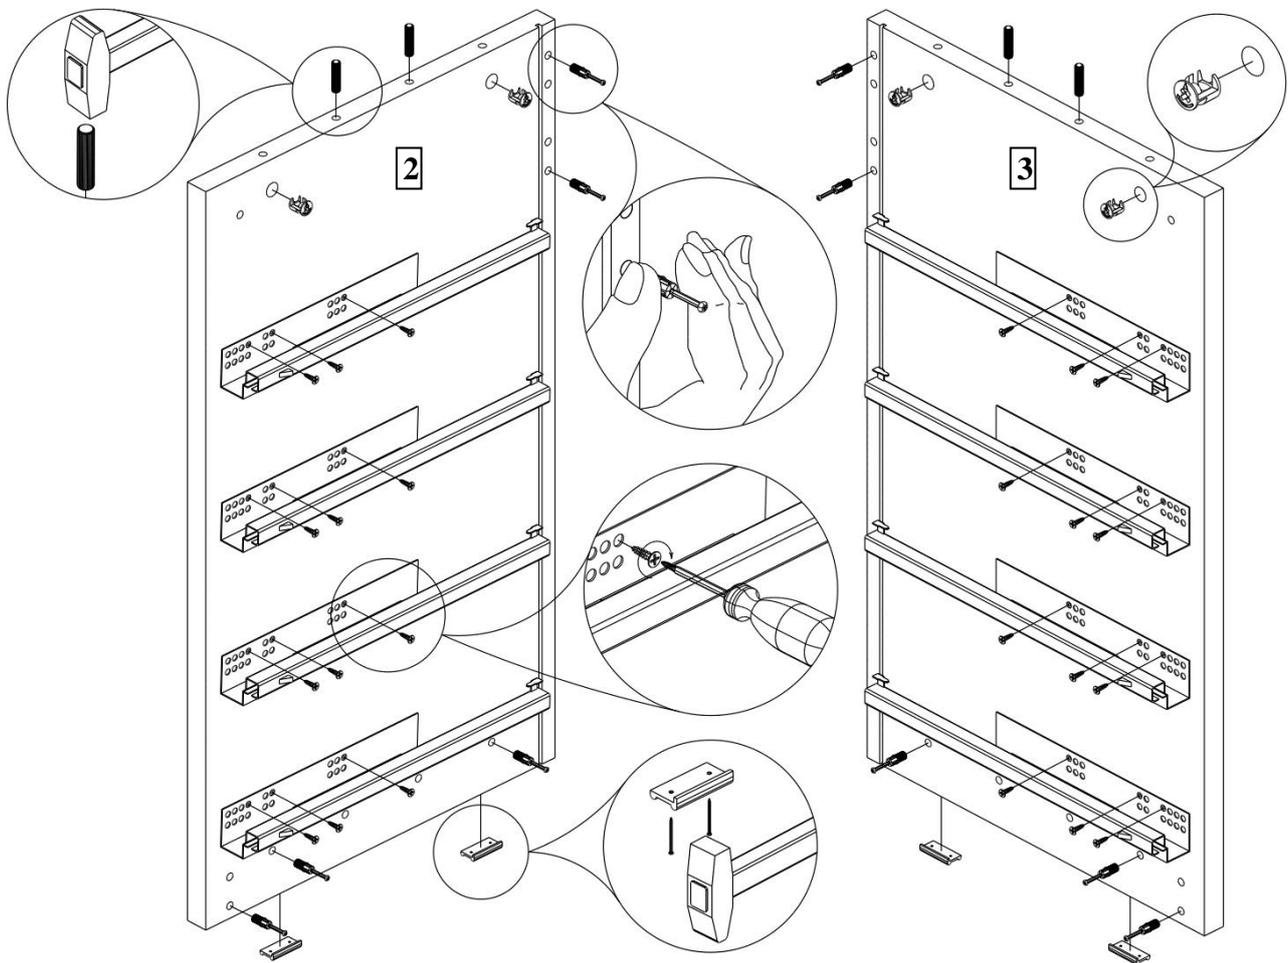

Рисунок 1.
1. Вбейте шканты в указанные торцевые отверстия деталей (поз. 2, 3). Вставьте эксцентрики 25мм и дюбеля быстрого монтажа в указанные отверстия деталей (поз. 2, 3). Используя шурупы 3,5x16 потай прикрепите левые направляющие к детали (поз. 2), а правые к детали (поз. 3). Используя гвозди прикрепите подпятники к нижним торцам деталей (поз. 2, 3). См. рисунок 1.